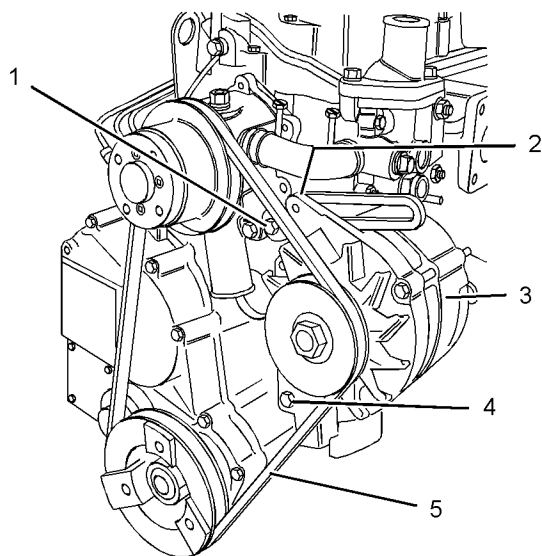

图 34
1. 将 V 形皮带 (5) 安装到皮带轮上的适当位置。有关正确的皮带布设，请参阅图 34。
2. 将交流发电机 (3) 滑离发动机。有关正确的皮带张力，请参阅本操作和保养手册，交流发电机和风扇皮带 - 检查/调整。将螺栓 (1)、(2) 和 (4) 拧紧至扭矩为 25 N·m (18 lb ft)。